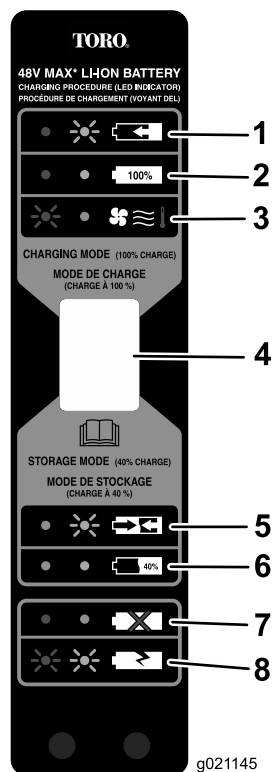

Figura 12
- Consulte Figura 12 para interpretar los indicadores LED del cargador de la batería.
Utilice el modo de almacenamiento (Figura 12) si la batería no se va a utilizar durante 12 meses o más.
- Cuando la batería esté preparada para el almacenamiento (Figura 12, punto 6.), retire la batería del cargador.